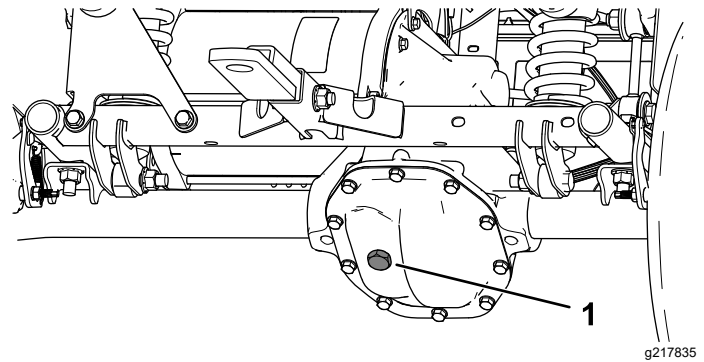

Figura 47
4. Retire el tapón de llenado del transeje (Figura 47).
5. Si el nivel de fluido es bajo, retire el tapón de llenado y añada el fluido especificado hasta que salga del orificio (Figura 47).
4. Retire el tapón de llenado del transeje, y llene el transeje con el fluido especificado hasta que salga del orificio de llenado (Figura 47).